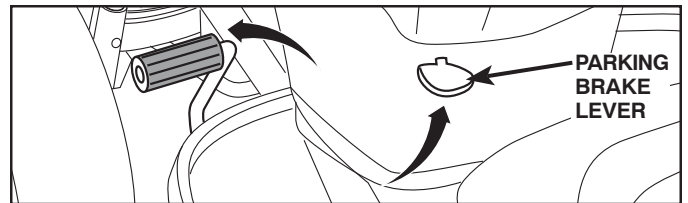

Fig. 3
TO INSTALL MOWER AND DRIVE BELT (See Figs. 3 - 15)
1. SET PARKING BRAKE LEVER AND LOWER ATTACHMENT LIFT LEVER (See Fig. 3 & 4)